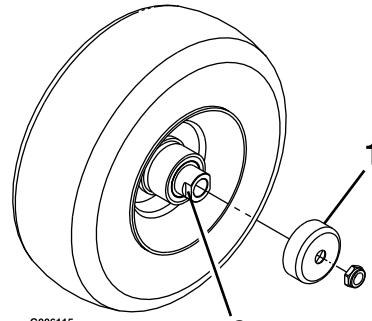

**Figura 43**
9. Retire el engrasador del orificio. Instale el tapón hexagonal y la tapa (Figura 43).